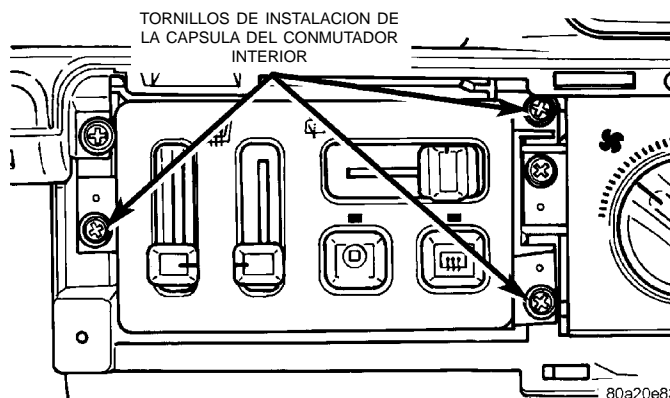

Fig. 15 Desmontaje/instalación de la cápsula de conmutador interior
(1) Desconecte y aisle el cable negativo de la batería.
(2) Con una varilla tapizada u otra herramienta de hoja plana y ancha adecuada, haga palanca suavemente alrededor de los bordes del marco de la cápsula de conmutador interior y retire el marco.
(3) Retire los tres tornillos que aseguran la cápsula de conmutador interior al tablero de instrumentos (Fig. 15).